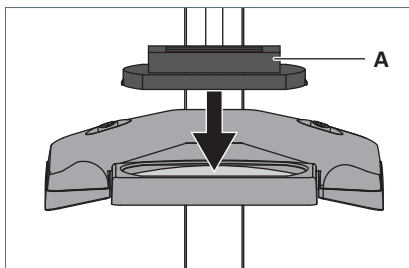

Fig. 3: Monter le recouvrement de la loupe
- Poussez le recouvrement **A** sur la loupe et relâchez le recouvrement de la loupe, voir Fig. 3.